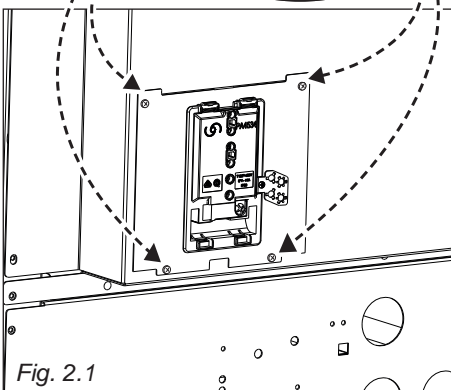

Fig. 2.1
- Sganciare il coperchio della morsetteria "A" inserendo un cacciavite nei due agganci "B" (fig. 2.1). Aprire completamente il coperchio della morsetteria "A".
- Svitare la vite "C" e aprire completamente il fermacavo "D" inserendo un cacciavite nel gancio "E". Rimuovere completamente il pressacavo "D" (fig. 2.1).
- Fissare i cavi di fase, neutro e di terra ai morsetti della morsetteria "F" secondo lo schema elettrico di figura 2.2; posizionare il ponte a U "G" (fig. 2.1) nella morsetteria "A" secondo lo schema elettrico di figura 2.2 (sono forniti già montati sui terminali o all'interno della morsetteria, dietro il coperchio).